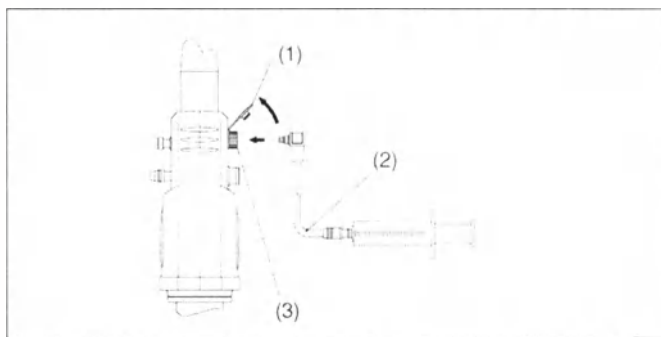

Рисунок 12
- b) Прикрепите адаптер обратного клапана водной струи (OE-C12) и крышку коннектора водной струи (OF-B118) в открытом виде, а затем ирригационную трубку (OF-B113) к коннектору водной струи на коннекторе (PVE). ➡ *рис. 12*
- c) Присоедините к этой трубке наполненный стерильной водой шприц и промойте трубку водой. Вода должна вытекать равномерной сильной струей из патрубка водной струи на дистальном конце эндоскопа (в первый раз это может занять несколько секунд). ➡ *рис. 12*